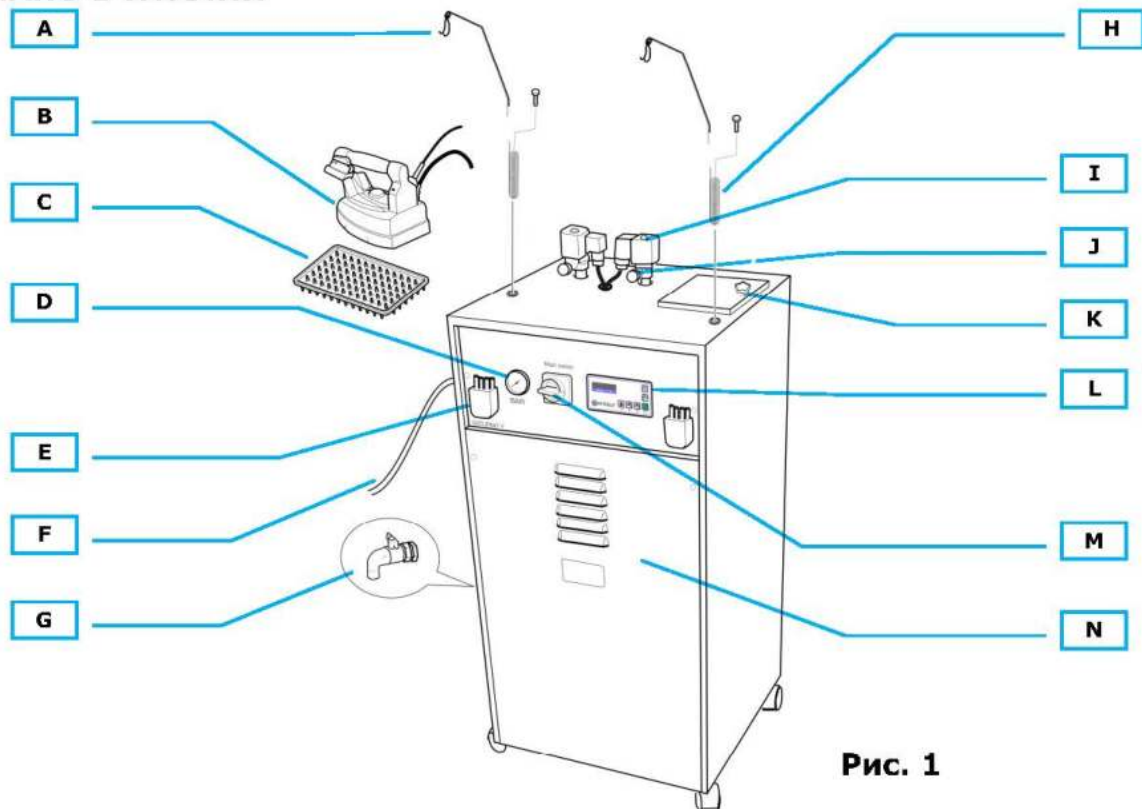

Рис. 1
3. Закрепите держатель (рис. 1-H) в соответствующем отверстии и подключите утюг к разъему (рис. 1-E).
4. Закрепите паропровод к электроклапану с помощью зажима (рис. 1-I).
5. Закрепите кабели на крючки держателя кабеля (рис. 1-A), избегая перекручивания.
6. Установите утюг на прилагаемый резиновый коврик (рис. 1-C).
Чтобы наполнить бак генератора водой, необходимо поднять дверцу (рис. 1-К) и налить воду внутрь, следя за тем, чтобы не пролить ее на парогенератору или электронный блок управления.
2. Подождите, пока не загорится значок котла. Возьмите утюг за ручку, поверните его к полу и нажмите клавишу утюга (рис. 2) 4-5 раз, чтобы выпустить пар. Это нужно для нагрева паропровода и предотвращает утечку воды из утюга. Поток пара регулируется винтом электроклапана (рис. 1-J).